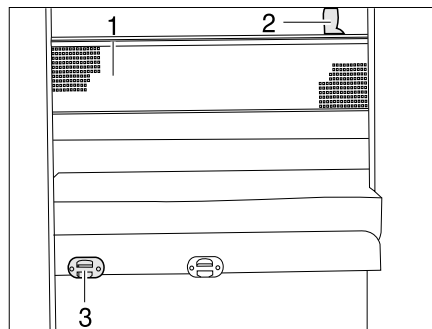

Fig. 176 Rete protettiva
- Agganciare la scaletta di accesso con i longheroni nell'apposito supporto (Fig. 176,3) al diaframma.
La rete protettiva (Fig. 176,1) è stivata sui modelli di serie tra il materasso e il telaio portamaterasso. Fissare la rete protettiva soltanto dopo che la persona si è già stesa nel letto.
- Fare innestare i nastri di sostegno (Fig. 176,2) nei supporti sul soffitto.